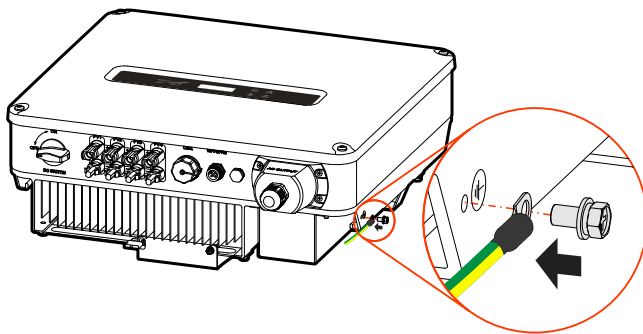

Figure3-15 Connexion du fil de terre externe
- Etape 2 Reliez le fil de terre serti à la borne de terre externe à l'aide d'un boulon de combinaison M5 \* 12 en acier inoxydable, comme illustré à la figure 3-15.